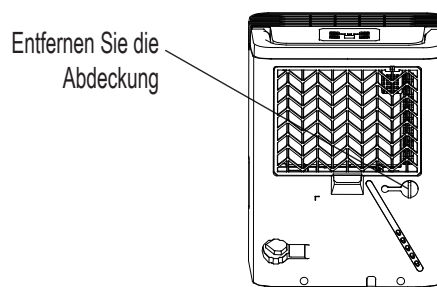
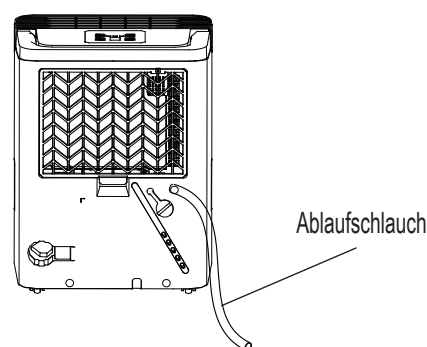

Abb. 8
Abb. 9
- Entfernen Sie den Gummistopfen vom Auslass des hinteren Ablaufschlauchs. Befestigen Sie einen Ablaufschlauch (ID = 13,5 mm) und führen Sie ihn in den Bodenablauf oder eine geeignete Ablaufeinrichtung (siehe Abb. 8 und Abb. 9).